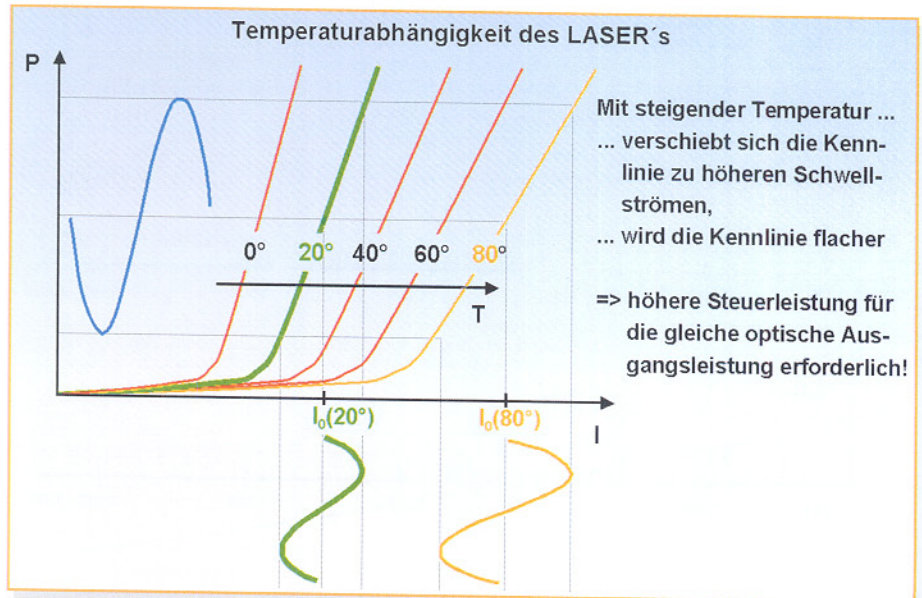
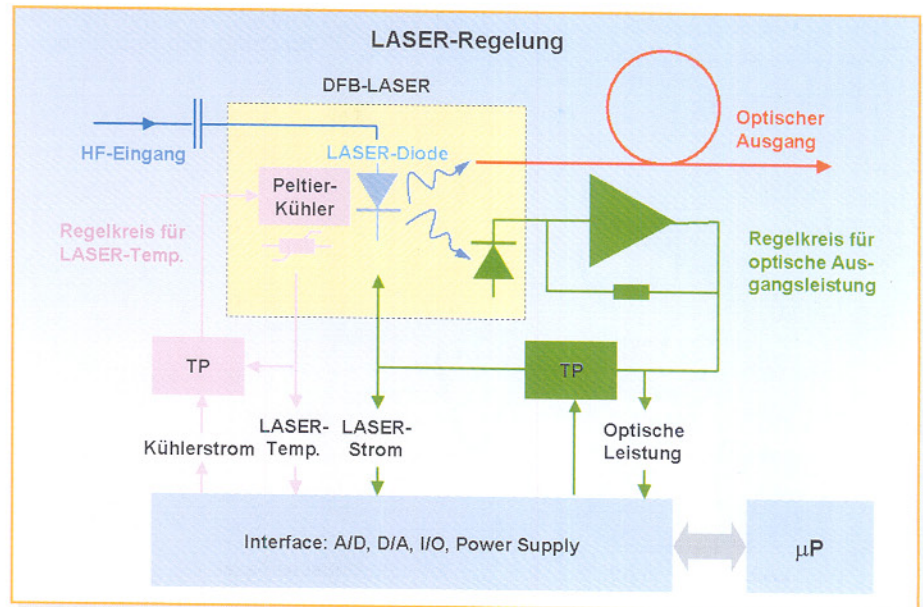

Bild 21: Temperaturabhängigkeit des Lasers
Bild 22: Temperaturregelung des Laserhalbleiters
Ein wesentliches, unerwünschtes Laser-Merkmal ist die starke Temperaturabhängigkeit seiner Ausgangsleistung (Abbildung 21). Der Zusammenhang zwischen optischer Ausgangsleistung und steuerndem Signalstrom ist durch eine Kennlinienschar gegeben, deren Scharparameter die Temperatur des Laser-Bausteins ist. Mit steigender Temperatur verschiebt sich die Kennlinie zu höheren Schwellströmen und wird flacher. Damit wird eine höhere Steuerleistung für die gleiche optische Ausgangsleistung erforderlich. Dieser Effekt kann durch eine Temperaturregelung des Laserhalbleiters auf einen konstanten Wert vermieden werden (Abbildung 22). Die Konstanz der optischen Ausgangsleistung wird durch einen speziellen Leistungsregelkreis weiter erhöht. Tiefpässe (TP) in beiden Regelkreisen verhindern das Nachregeln auf kurzfristige Änderungen der Steuergrößen. Die Ansteuerung des Lasers muss stets im linearen Teil der Kennlinie erfolgen. Links vom Kennlinienknick tritt